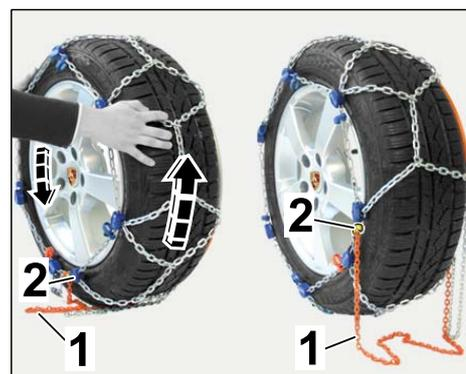

Figure 7
2.2.1 Avancer ou reculer la circonférence de la roue d'environ 1/4 (⇒ *Figure 7 -Flèches-*).